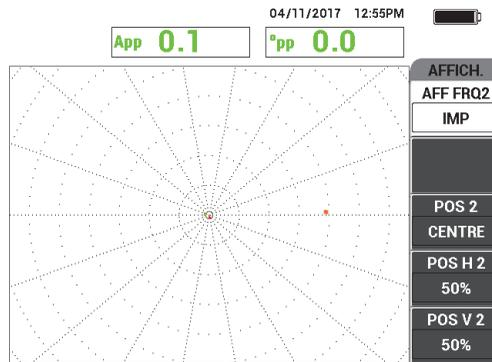

Figure 5-180 Menu AFF FRQ2
2. Appuyez deux fois sur la touche de menu DISP (  ) pour afficher le menu **AFF FRQ2** (voir la Figure 5-180 à la page 272).